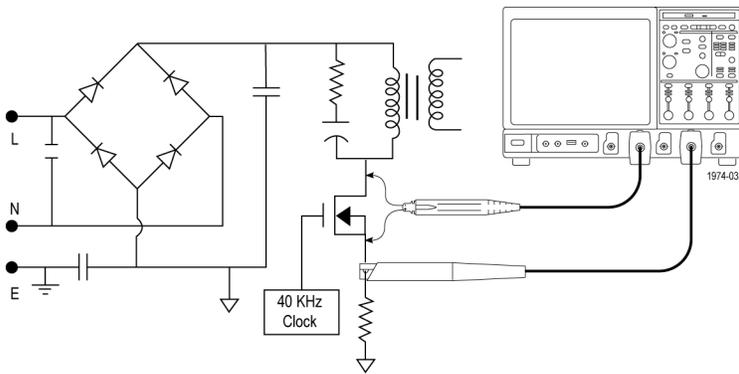

图 2: 电源测试点
1. 将差分探头跨接在开关设备上，并与设备串联一个电流探头。（见图2）